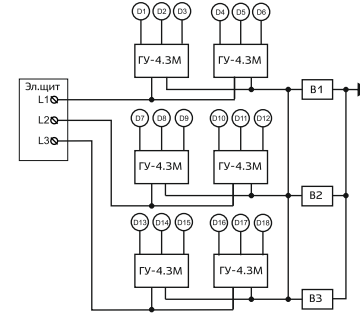

Рис. 4 — Схема подключения ГУ-4.3М к разным фазам питающей сети
2. Подключить образованные группы к разным фазам питающей сети (см. рис. 4).